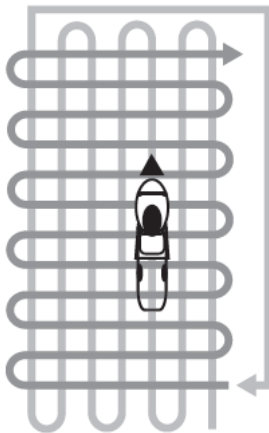

Рис. 13 Схема перпендикулярного скашивания
7. При скашивании в тяжелых условиях (п.3-6) рекомендуется проводить повторный покос с меньшей высотой скашивания. На Рис. 13 представлена схема движения газонокосилки. Газон будет выглядеть лучше, если он будет скошен на одинаковую высоту и в разных направлениях.